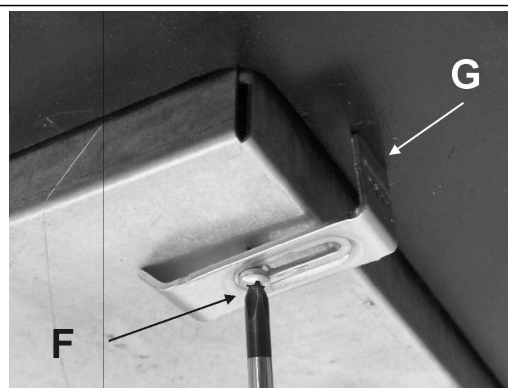

FIG. 10
- Placez la cuisinière dans le trou fait dans le cabinet et le fixer avec des vis "F" crochets "G" (voir fig. 10).